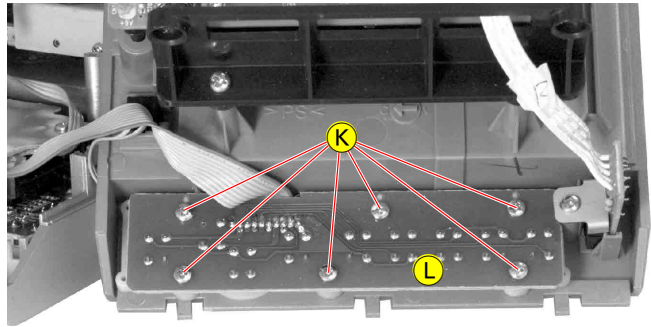

Fig. 9
- 6 Schrauben (K) (Fig. 9) herausdrehen und die Tasten-Platte (L) abnehmen.
- Undo 6 screws (K) (Fig. 9) and take out key board (L).